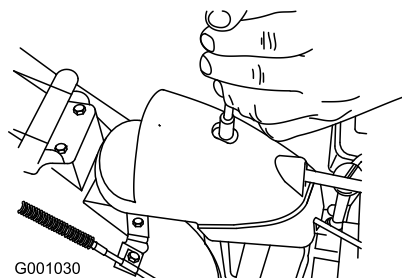

Bild 49
1. Nehmen Sie die Befestigung an der Getriebeabdeckung ab (Bild 49), heben Sie die Abdeckung vorne hoch und schieben Sie sie nach hinten.